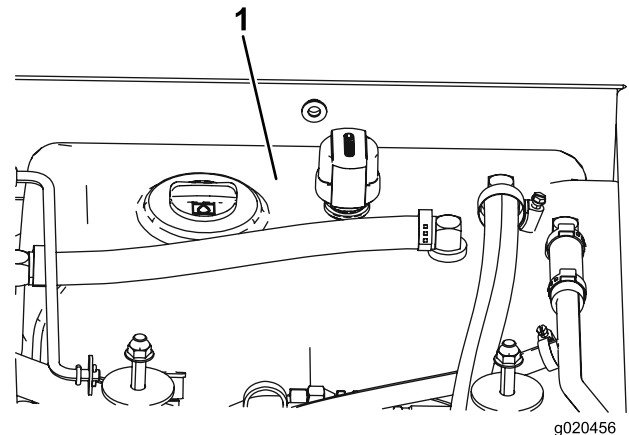

Bild 72
4. Füllen Sie den Hydraulikbehälter (Bild 72) mit Hydrauliköl, siehe Prüfen des Hydrauliköls \(Seite 54\).